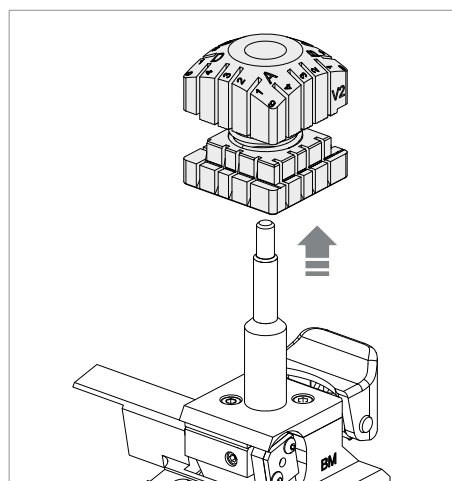

Fig. 138
- 4) Pull the clamp upwards (Fig. 138).
- 7) Tighten the knob (P).